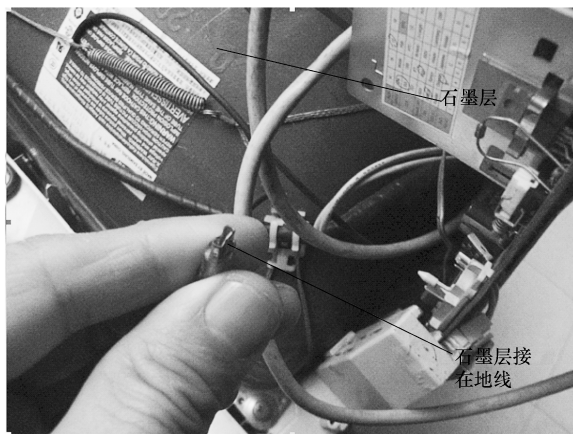

图 3-8 石墨导电层的接地导线
2) 将管外石墨导电层的接地导线（见图 3-8）去掉或是将石墨层擦去（消除内外石墨导电层所形成的电容充放电作用）来降低高压。